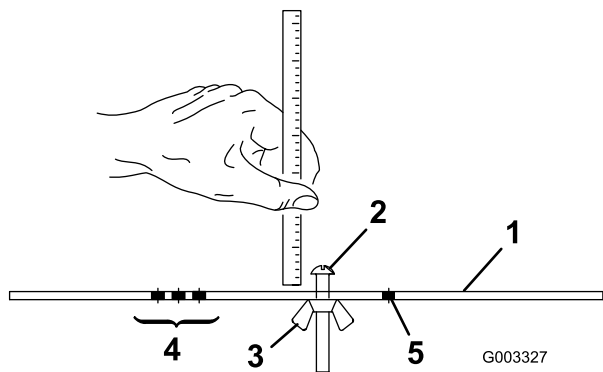

Figura 24
2. Afloje la tuerca de la barra de ajuste (Figura 24) y ajuste el tornillo para la altura de corte deseada.